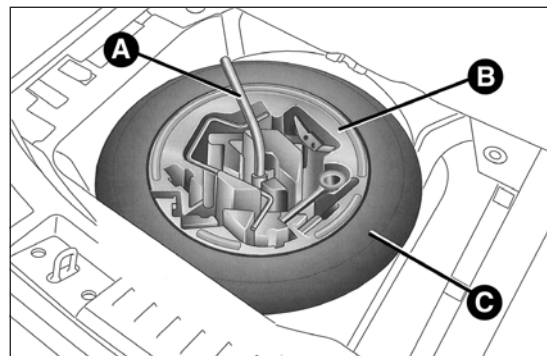

fig. 115
- ☐ utilizando la llave A fig. 115 situada en la caja de herramientas, aflojar el dispositivo de bloqueo, tomar la caja de herramientas B y colocarla al lado de la rueda que se debe sustituir. A continuación, tomar la rueda de repuesto C;